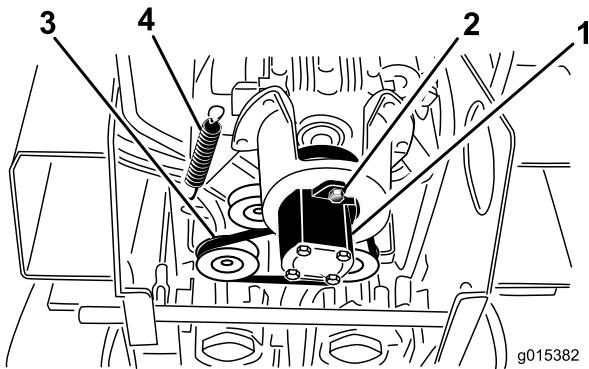

Figure 52
5. Desserrez les 2 boulons de la pompe (Figure 52).
6. Tournez la pompe dans le sens antihoraire et laissez-la se détacher de la poulie (Figure 52).
7. À l'aide d'un extracteur de ressort (à se procurer chez un concessionnaire-réparateur agréé) ou d'un crochet en métal, décrochez l'extrémité du ressort de la poulie de tension du boulon de ressort afin de détendre la courroie (Figure 52).